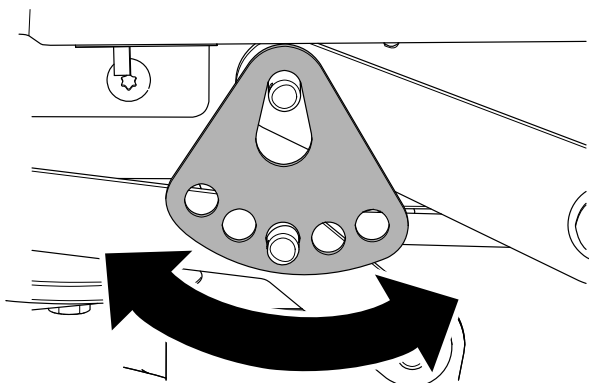

図 69
7. 刈高プレートを取り付けた時にプレートがデッキの重量を支えるように、プレート別の穴にセットする 図 69。
8. ワッシャとヘアピンコッターを取り付ける 図 69。